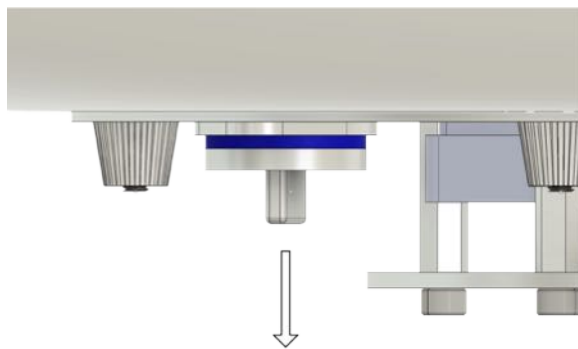

Abb. 3
3. Per consentire all'aria di fuoriuscire più rapidamente, aprire la serratura a torsione sulla piastra di base (Fig. 3)